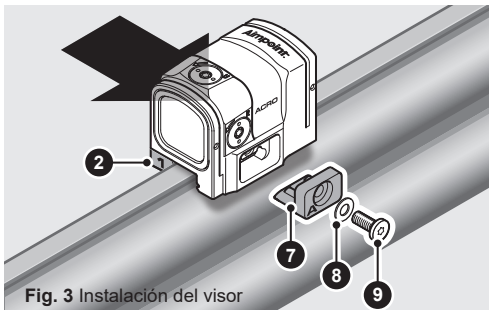

Fig. 3 Instalación del visor
- a Instale la placa base de soporte (2) (1 / 2 / 3 / 4) en el visor.
- b Ensamble la placa base de bloqueo (7) (A/B/C/D), la arandela (8) y el tornillo (9) e instálela en el visor (no apriete el tornillo del todo).
- c Coloque el visor en la solista de la escopeta. Presione contra el lado izquierdo del visor (consulte la flecha de la Fig. 3) contra la solista de la escopeta y apriete el tornillo (9) con la herramienta (10D) hasta que esté apretado del todo (MAX. 3 Nm de par de apriete). Asegúrese de que la placa base de bloqueo (7) esté instalada en paralelo a la carcasa del visor.